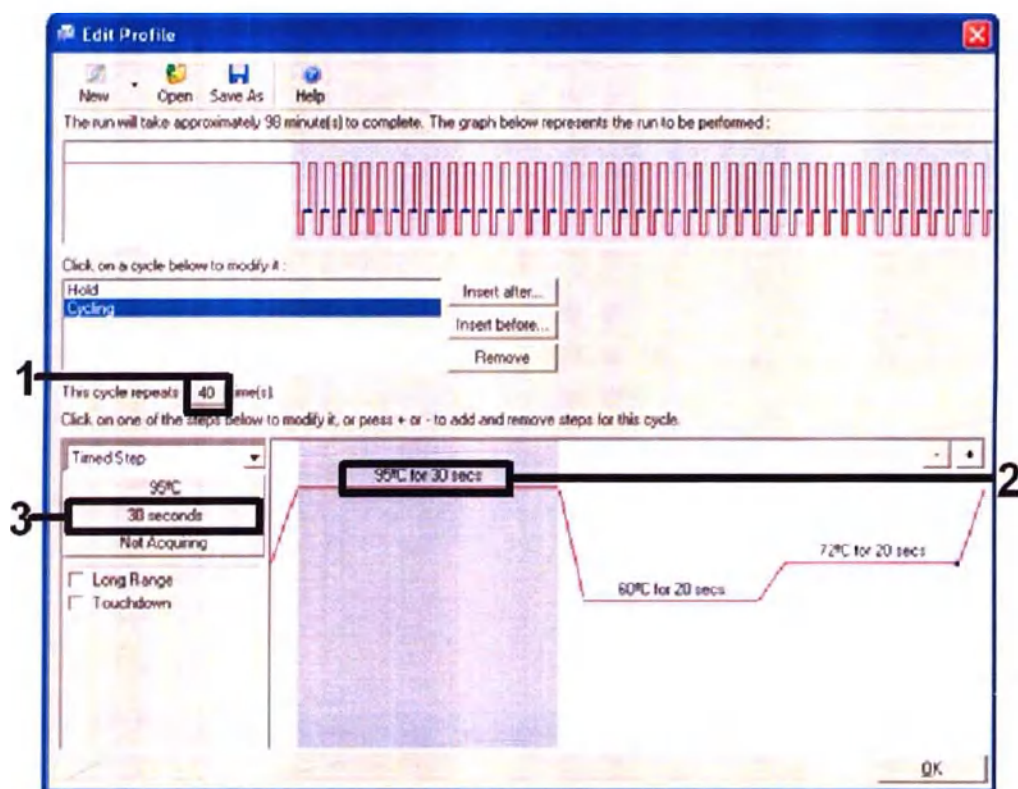

Рисунок 6. Этап цикла при температуре 95°C.
8. Установите количество повторов циклов на 40. Выберите первый цикл и установите 95°C на 30 секунд (см. Рис.6).